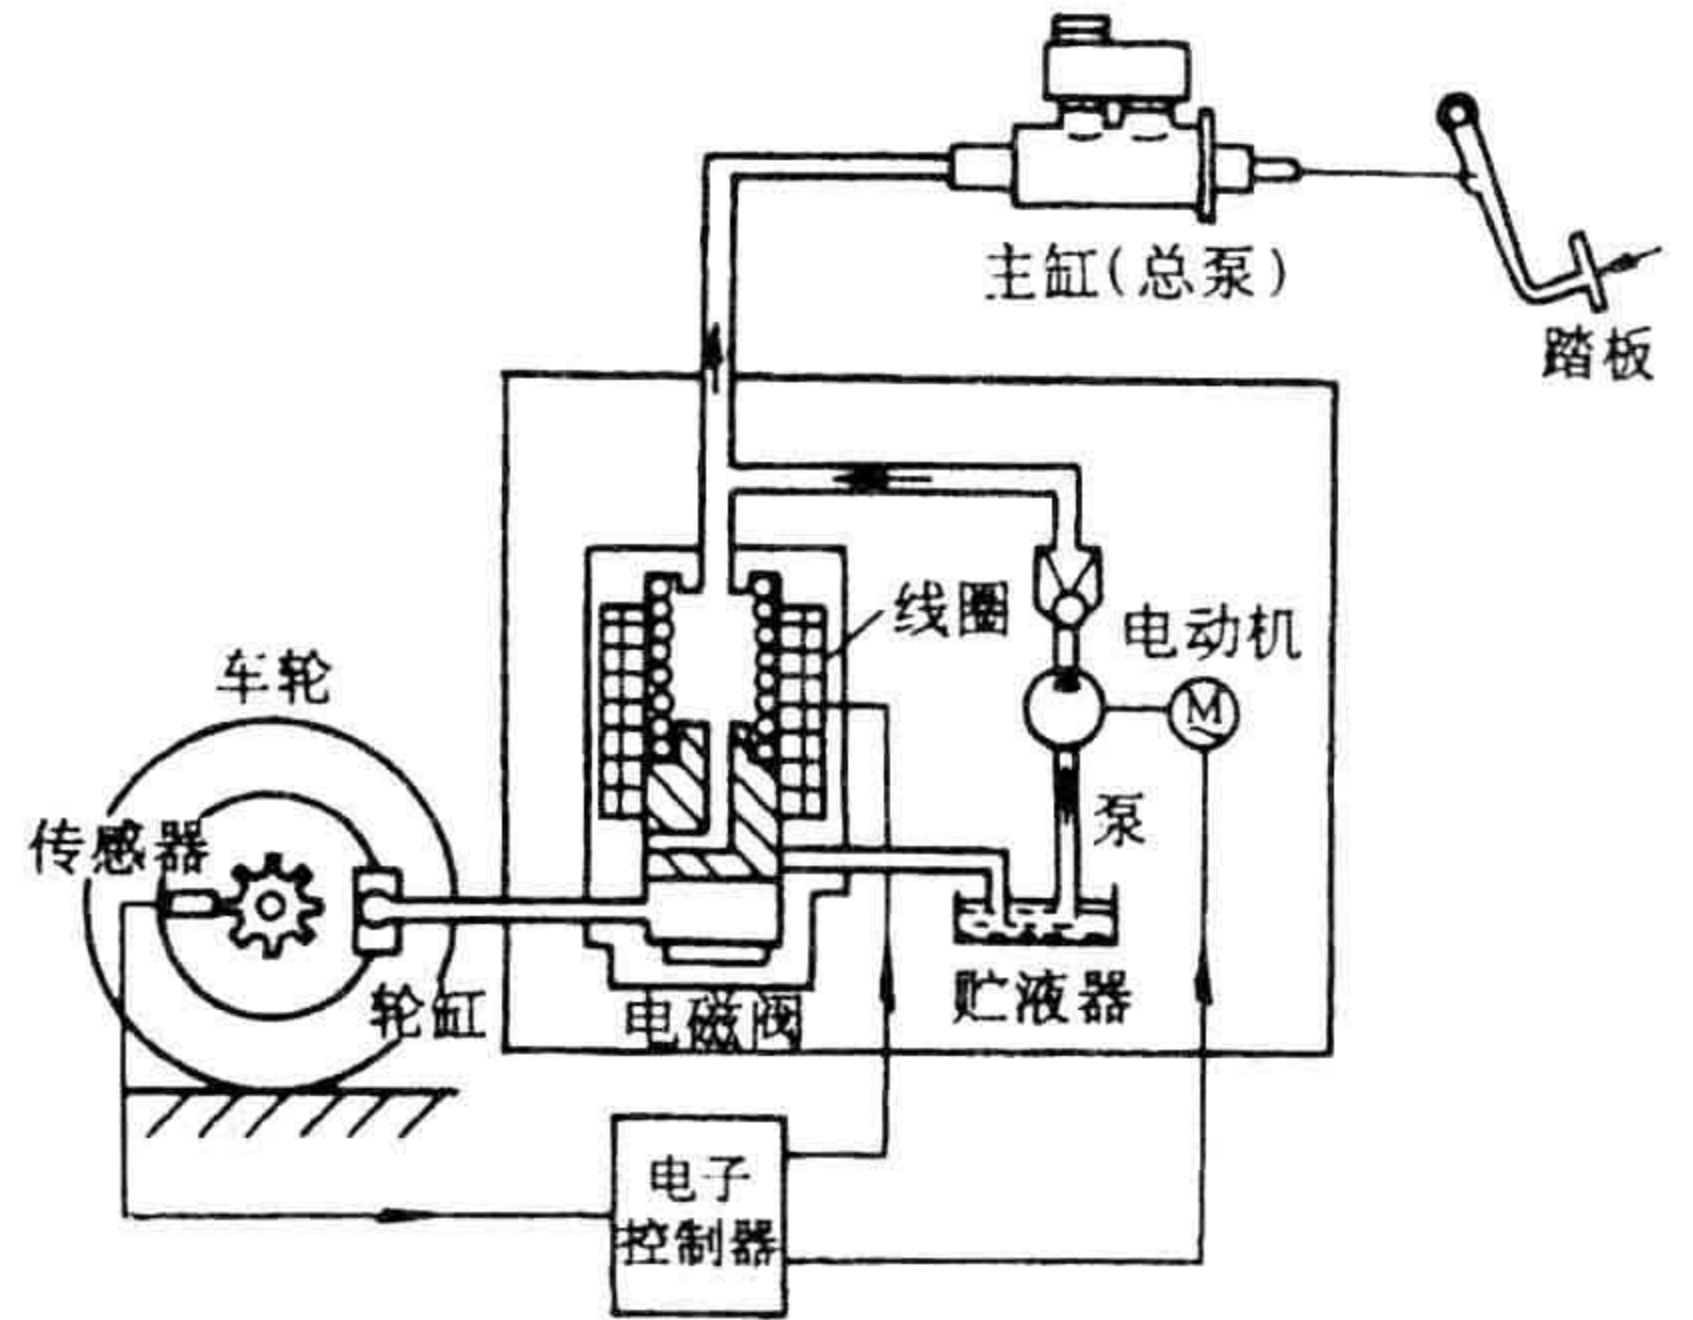

图 2-6-12 保压过程
2) 保压 当 ABS ECU 向电磁线圈通入一个较小的保持电流（约为最大电流的一半）时，电磁阀处于保持压力位置，如图 2-6-12 所示。此时总泵、轮泵和回油孔间相互隔离密封使轮泵中保持一定的制动压力。